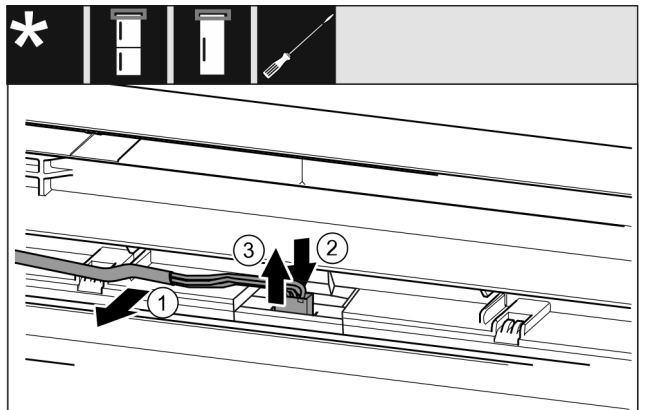

Fig. 9 制冷/冷冻组合/冰柜/冰箱
- 将电缆 Fig. 9 (1) 小心地从门内的导向装置上松开。
- 向后按住插头后方的接片 Fig. 9 (2)。
- 小心地向上拉出插头 Fig. 9 (3)。